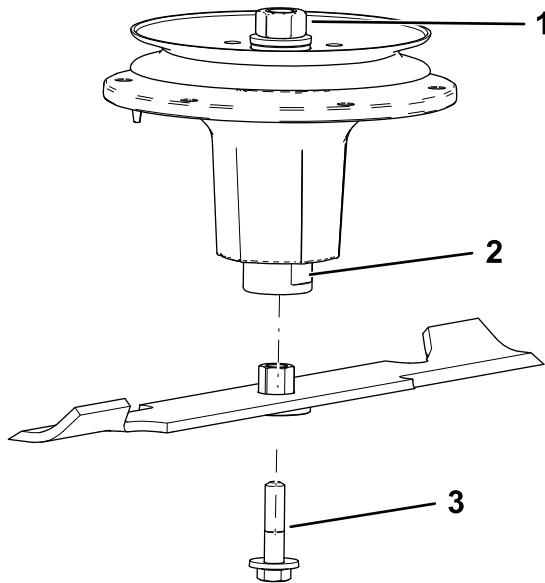

Figura 9
2. Instale el conjunto de casquillo/cuchilla en el eje (Figura 9).